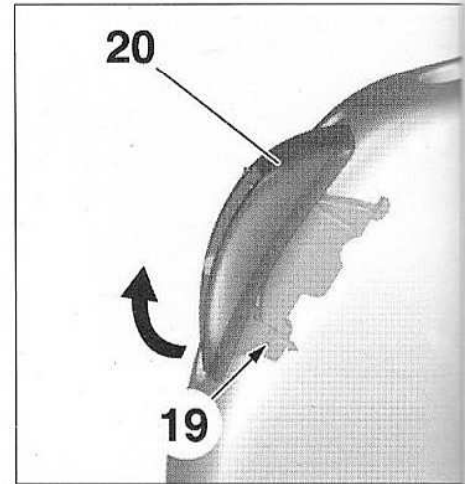
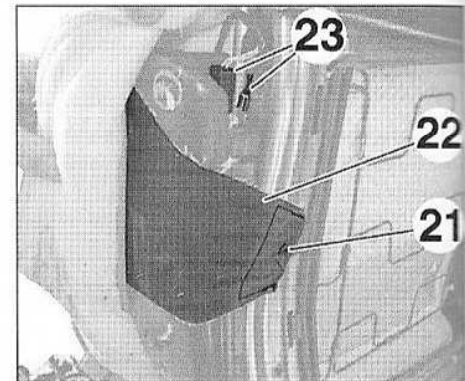
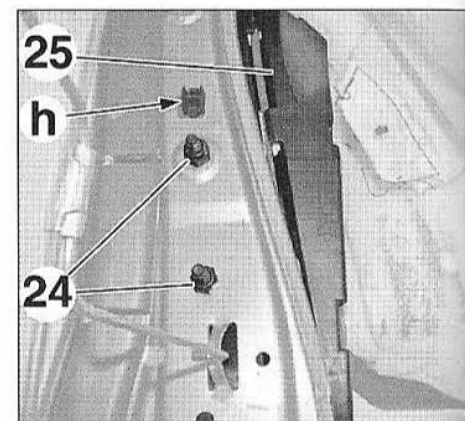

FIG.17
FIG.18
FIG.19
- la vis (19) (Fig.17),
- le support (20),
- la vis (21) (Fig.18).
- Dégager la lanière (22).
- Débrancher les connecteurs (23).
- Déposer les écrous (24) (Fig.19).
- l'airbag latéral (25) en (h),
- Déposer l'airbag latéral (25).